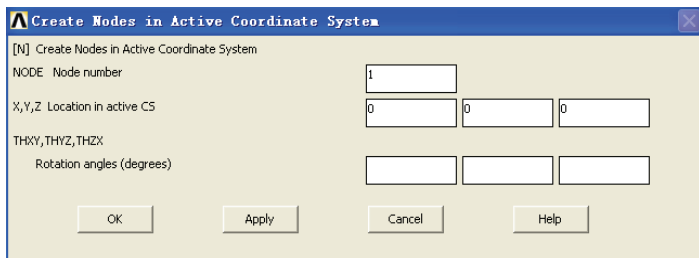

图 6-75 创建节点对话框
1) 选择 Main Menu | Preprocessor | Modeling | Create | Nodes | In Active CS 命令，出现 Create Nodes in Active Coordinate System 对话框，在 NODE Node number 输入栏中输入 1，在 X,Y,Z Location in active CS 输入栏中分别输入 0、0、0，如图 6-75 所示，单击 OK 按钮关闭该对话框。